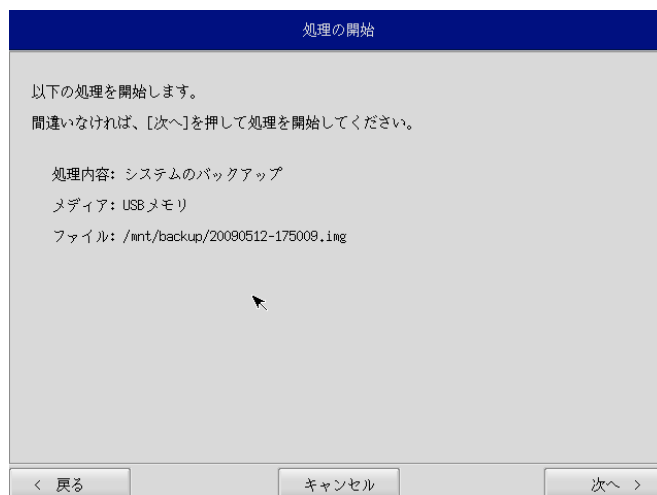

図 5-4-4. 確認画面
- ⑨ 確認画面（図 5-4-4）が表示されます。メディア、パーティション、保存ファイルを確認します。[次へ] ボタンを押します。